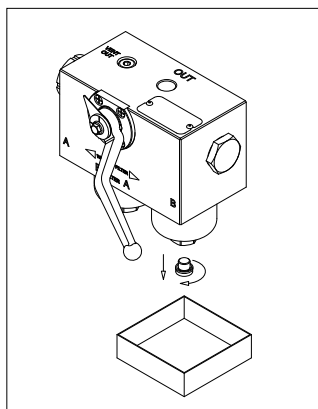

fig. 5
- (Fig. 5) Svitare il tappo di drenaggio predisponendo un recipiente per la raccolta del fluido di lavoro